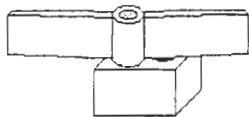

Fig. 3.5
1. ケガキ台の軸を挿入する部分を外し、プロペラを装着する。(Fig. 3.5)
5. Fig. 3.5のように羽根の中心線とケガキ線に外形テンプレートをあわせて、両面テープで固定する。